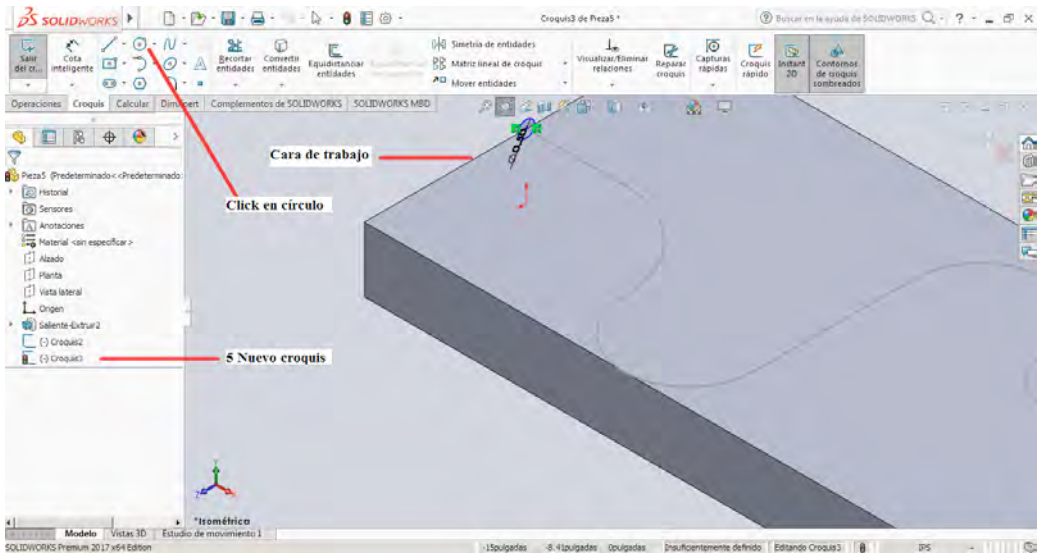

Figura 3-17
5. Definido el croquis se procede a realiza sobre uno de los lados donde inicia el croquis realizado en la parte anterior un Circulo con un valor de 0,5 Pulgadas que tiene como referencia, en la figura 3-17 se muestra el procedimiento realizado para la obtención de este paso.